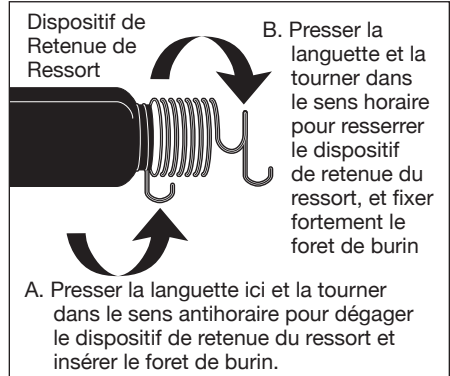

Figure 2 - Dispositif de Retenue de Ressort
Le dispositif de retenue à ressort tient le marteau. Le dispositif de retenue doit être **bien fixé** (Voir Figure 2). Le dispositif de retenue est une pièce d'usure normale et doit être remplacé si usé. Remplacer avec le MP2896, jeu de ressort de marteau (2) pièces. Dévisser le dispositif de retenue pour la fixation de marteau facile.